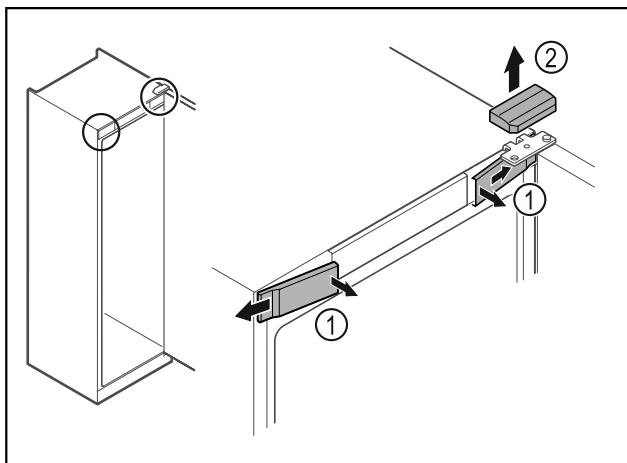

Fig. 8
- ▶ Lossa skydden fram Fig. 8 (1) på insidan och ta av dem åt sidan.
- ▶ Ta av det övre skyddet Fig. 8 (2) uppåt.